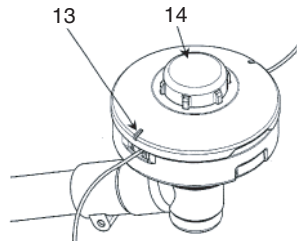

Fig. 8
- Compruebe el desgaste de la caja y el botón. Si la marca del límite de desgaste (13) en la caja ya no se ve o hay un agujero en la parte inferior (14) del botón, cambie las piezas nuevas inmediatamente. (Fig. 8)